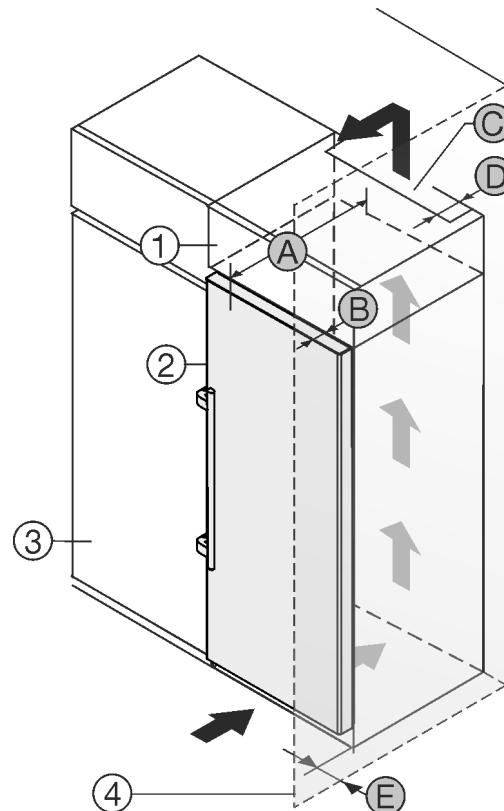

Fig. 2
Вы можете установить устройство непосредственно рядом с кухонным шкафом Fig. 2 (3).\*
На задней стенке дополнительного шкафчика должен быть вентиляционный канал с глубиной Fig. 2 (D) по всей ширине этого шкафа.\*
Нужно соблюдать вентиляционное отверстие Fig. 2 (C) под нижней панелью.\*
Если устройство устанавливается на шарницах у стены Fig. 2 (4), то расстояние между устройством и стеной должно быть не менее 57 мм. Это соответствует расстоянию, на которое выступает ручка при открытой дверце.\*
Чтобы можно было полностью открыть дверь, устройство должно выступать на глубину двери Fig. 2 (B) относительно передней стенки кухонного шкафа. В зависимости от глубины кухонных шкафов Fig. 2 (3) и использования пристенных распорок устройство может выступать и больше.\*